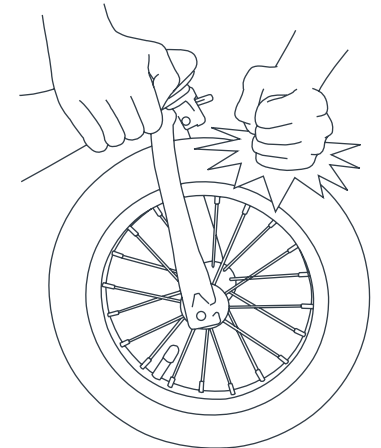

Fig. 20
- 20) • Soulevez la roue avant du sol et frappez brusquement sur le dessus du pneu (Fig. 20). La roue ne devrait pas être branlante ou se détacher.